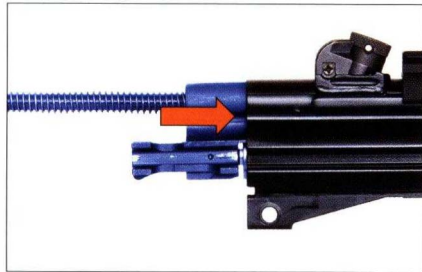

Abb. 79: Verschluss einsetzen
2. Verschluss mit Schließfeder von hinten in das Gehäuse einsetzen (Abb. 79).